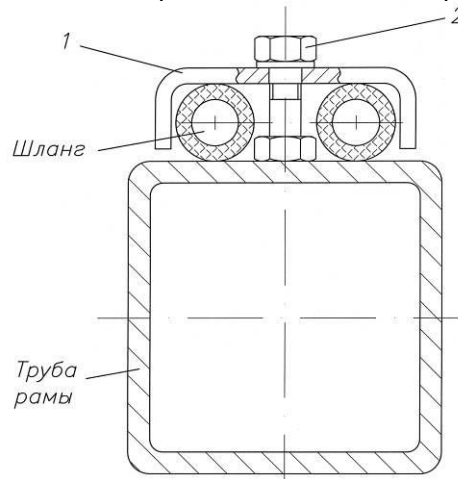

Рис. 4.5.2. Крепление гидрошлангов на раме
4.5.2. Закрепите шланги на рамах кронштейнами 1, используя болты 2 М10, шайбы и шайбы пружинные (см. рис. 4.5.2). Так как корпуса цилиндров в процессе работы перемещаются, нужно обеспечить необходимый запас шлангов по длине при креплении их в непосредственной близости от цилиндров. Шланги, идущие на переднюю подвеску, должны быть проложены с внутренней по отношению к центру посевного агрегата стороны (это предохранит шланги от повреждения при подъеме крыльев).
Для ПК с одноосным бункером кран-распределитель 1 «шнек – управление крыльями» монтируется на задней части рамы бункера с правой стороны рядом с лестницей с помощью болтов 2 (M8x50мм), гаек 3 (M8) и шайб пружинных (Рис. 4.5.2.1).